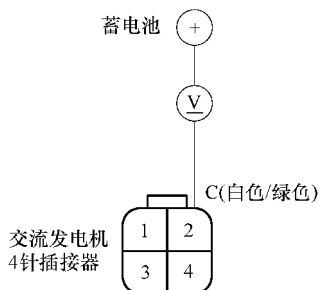

图 3-30 测量交流发电机 2 号端子与
7) 如图 3-30 所示, 测量交流发电机 4 针插接器 2 号端子与蓄电池正极端子之间的电压是否为 1V 或更低。